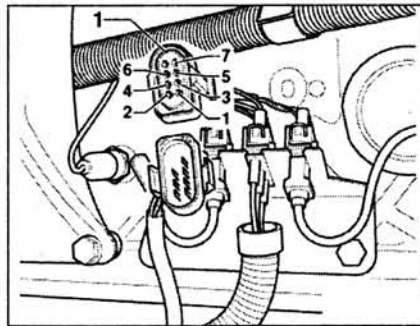

Рис. 3.31. Проверьте провода между тестером и разъемом проводки 1 топливного насоса на обрыв цепи.
13. Проверьте провода между тестером и разъемом проводки 1 топливного насоса на обрыв цепи: контакт 7 и гнездо 63, контакт 4 и гнездо 33 (рис. 3.31). **Заданное значение:** макс. 1.5 Ом. Проверьте провода разъема на замыкание. **Заданное значение:** → Ом.